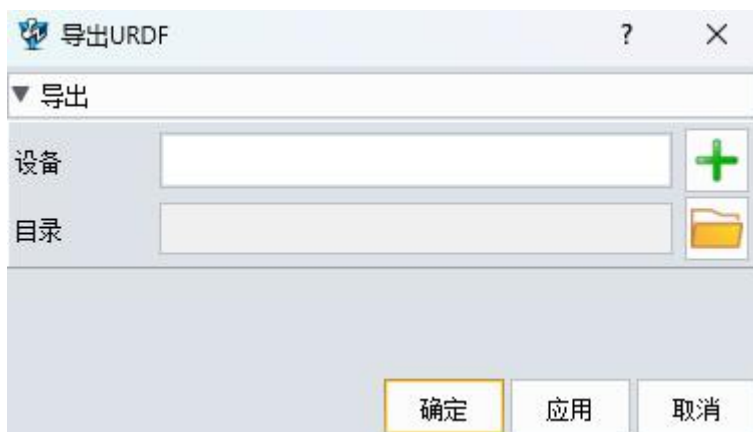

图 3-43: 导出 URDF
**导出 URDF:** 在设备栏中, 点击“+”按钮, 在组件关系栏中选择要导出的机器人, 选择存储路径, 然后点击“确定”(图 3-43)。